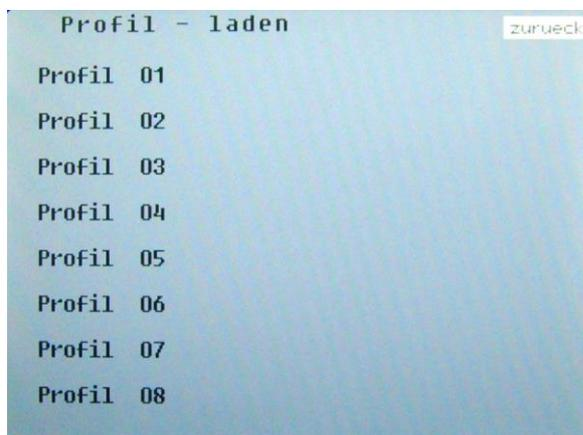

Abbildung 22: Übersicht Menü „Profil laden“
1. Wählen Sie das Menü "Profil laden", um ein individuell erstelltes Profil aufzurufen (Abb. 22).